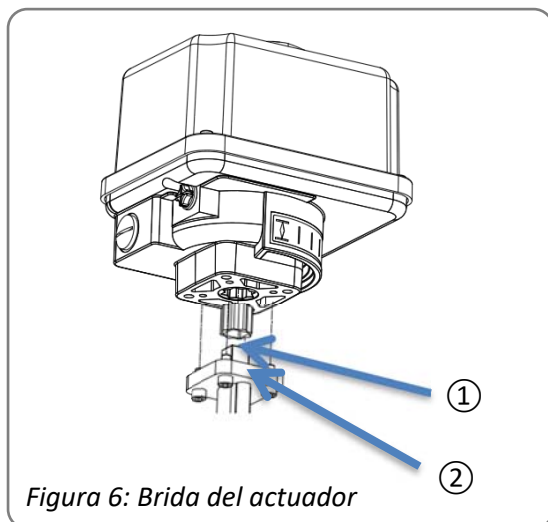

Figura 6: Brida del actuador
- Retire la tapa de protección (Figura 6; Pos. 2) del tornillo de tope.
- Gire el tornillo de tope hacia la posición de cierre (Figura 6, Pos. 1) con los dedos y media vuelta hacia atrás.